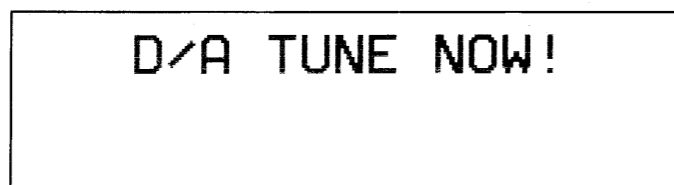

Fig. 11/図11
1. Press the **[NUMBER/7]** button. The LCD displays as shown in fig. 11.
- LCD ディスプレイに、図11のように表示されます。